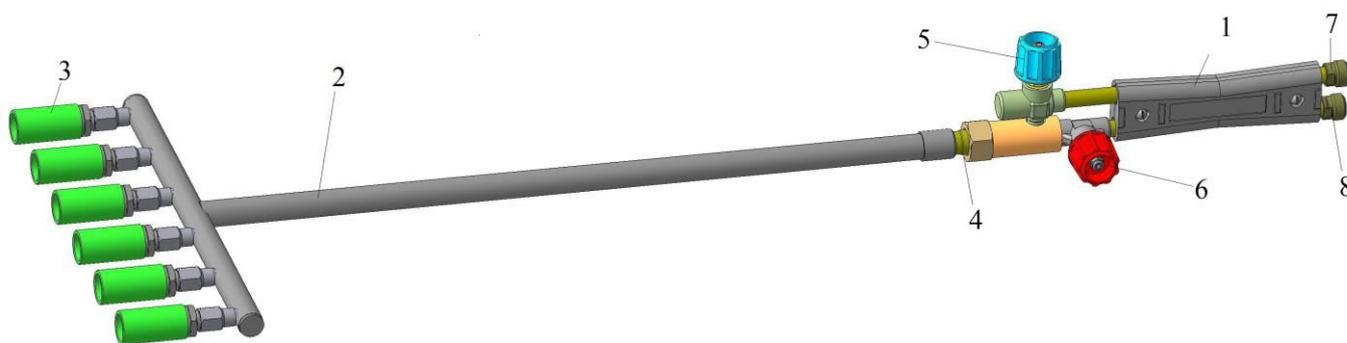

Рис.1 Горелка ГВД ВПГ-2х6с ДЖЕТ 103
4.1 Внешний вид и устройство показано на рис.1